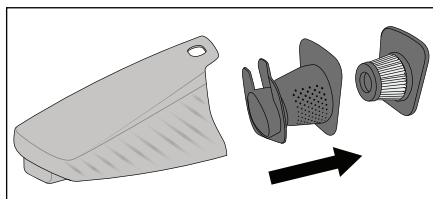

Bild 4
- 3) Dra sedan först ut HEPA-filtret **5** och därefter grovfiltret **6** ur smutsbehållaren **7** (bild 4). Bänka ur båda delarna över t ex en sophink. Vid behov kan du spola av HEPA-filtret **5** med rent vatten. Låt det därefter lufttorka tills det är helt torrt.